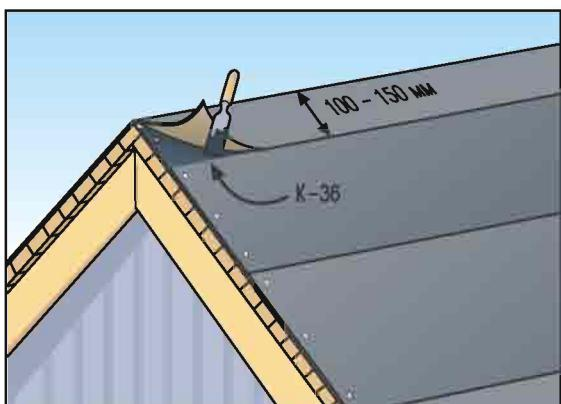

Рис. 4
- На коньке подкладочные ковры, уложенные вдоль первого ската, обрезаются по коньку, и затем верхний край гвоздями фиксируется к настилу крыши. Подкладочный ковер противоположного ската перекрывает конек на 150 мм и соединяется с подкладочным ковром первого ската с помощью Битумного клея K-36 (Рис. 4).